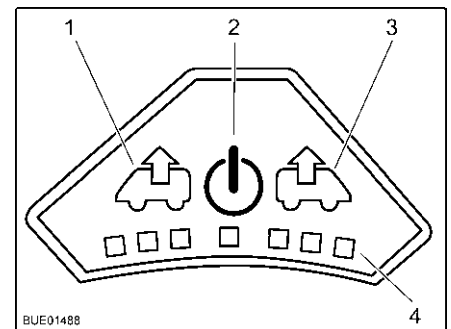

Fig. 96 Panneau de commande du ventilateur
- Appuyer sur la touche Marche/Arrêt (Fig. 96,2). Le ventilateur fonction en mode confort (aération à faible vitesse de rotation).
- Pour augmenter la vitesse de rotation du ventilateur, appuyer sur la touche Ventiler (Fig. 96,1). La vitesse de rotation du ventilateur augmente d'un niveau de puissance dans le sens de l'échappement. Les DEL (Fig. 96,4) montrent les niveaux de puissance.
- Pour réduire la vitesse de rotation du ventilateur, appuyer sur la touche Aérer (Fig. 96,3). La vitesse de rotation du ventilateur diminue d'un niveau de puissance.
- Pour augmenter la vitesse de rotation du ventilateur, appuyer sur la touche Aérer (Fig. 96,3). La vitesse de rotation du ventilateur augmente d'un niveau de puissance dans le sens de l'aération. Les DEL (Fig. 96,4) montrent les niveaux de puissance.
- Pour réduire la vitesse de rotation du ventilateur, appuyer sur la touche Ventiler (Fig. 96,1). La vitesse de rotation du ventilateur diminue d'un niveau de puissance.
- Appuyer sur la touche Marche/Arrêt (Fig. 96,2). Le ventilateur s'arrête, les DEL s'éteignent.